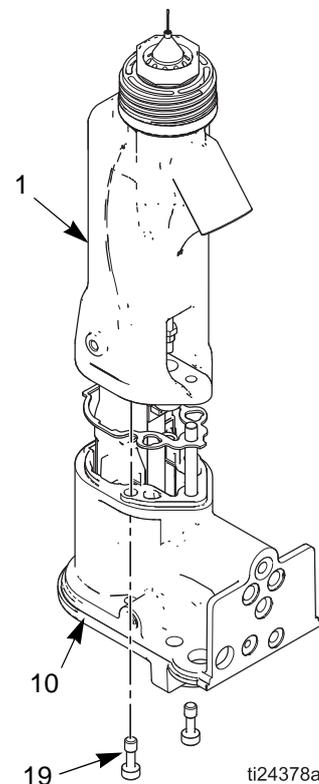

FIG. 34. Ausbau des Laufs
4. Die zwei Schrauben (19) lösen. Siehe hierzu FIGURE 34.
5. Das Pistolengehäuse (10) mit einer Hand halten und den Lauf (1) gerade vom Gehäuse wegziehen. Siehe hierzu FIGURE 34.